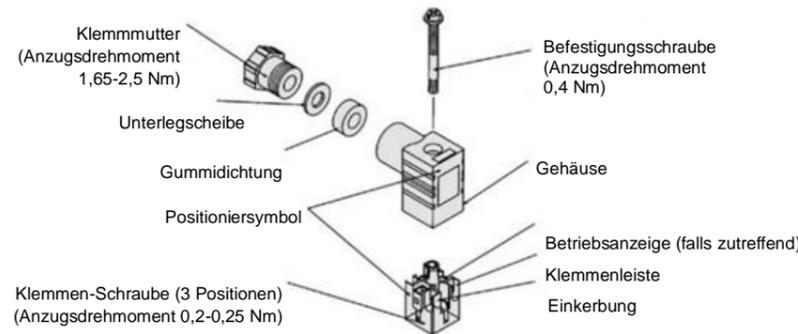

Abbildung 7. Aufbau des DIN-Steckers JSP10
- Ziehen Sie die Schrauben und Anschlüsse gemäß Abbildung 7 bis 8 fest.